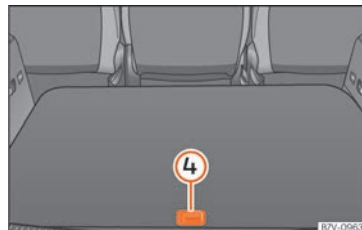

Fig. 168 Otros compartimentos en el suelo del maletero.
- **Abrir:** levante por el asa la parte posterior del suelo del maletero » » fig. 168 ④.
- **Cerrar:** guarde el gancho y presione hacia abajo la parte posterior del suelo del maletero ④.